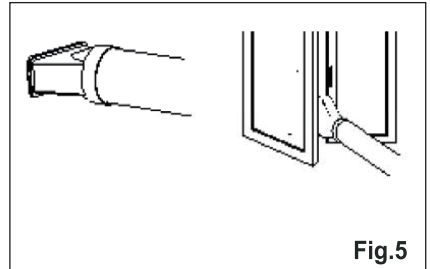

Fig. 5
4. Posizionare l'adattatore B sulla finestra. (Fig. 5)